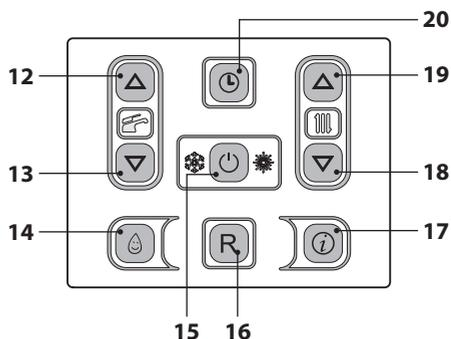
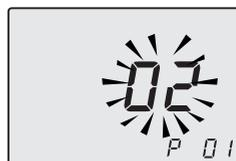
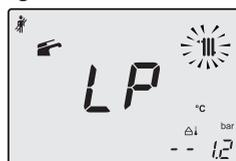
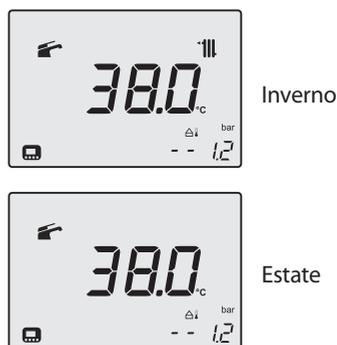

Figura 9.20
Figura 9.21
Figura 9.22
Figura 9.26
- Entrare in "modalità programmazione" premendo contemporaneamente per 10 secondi i tasti 15 - 18 - 19 (Figura 9.20) fino a far apparire sul display LCD le lettere **P01** e il valore del parametro, indicanti l'entrata nel "parametro 01" (Figura 9.21).
- Premere contemporaneamente i tasti 18 e 19 (Figura 9.20) fino a far apparire sul display LCD le lettere **LP** che si alternano con il valore di temperatura dell'acqua di riscaldamento (es. **45**), indicanti l'entrata nell'attivazione della "funzione spazzacamino" alla potenza minima (Figura 9.22).
- Premendo il tasto 19 (Figura 9.20) è possibile variare la potenza in modalità spazzacamino: con visualizzazione sul display LCD delle lettere **hP** che si alternano con il valore di temperatura dell'acqua di riscaldamento (es.32), siamo in "funzione spazzacamino" alla potenza minima in riscaldamento (Figura 9.23).
- Ripremendo contemporaneamente per 10 secondi i tasti 15 - 18 - 19 (Figura 9.20) si esce dalla "modalità spazzacamino" e si ritorna allo stato di caldaia precedentemente impostato (Figura 9.26).